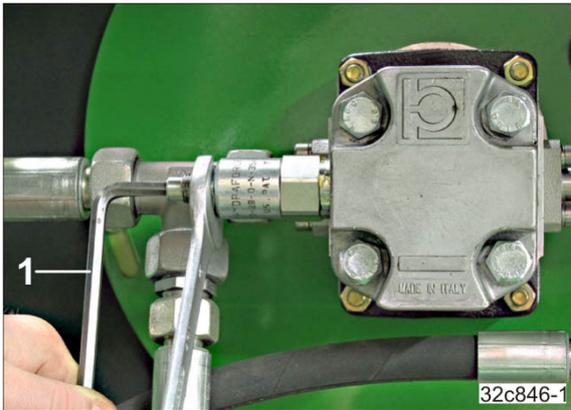

Fig. 142
- 2.1. Die Schraube mit dem Innensechskant-Schlüssel (Fig. 142/1) entsprechend verdrehen.
2. Die Soll-Gebläsedrehzahl mit dem Innensechskant-Schlüssel (Fig. 142/1) am Druckbegrenzungsventil einstellen. Die maximale Gebläsedrehzahl von 4000 1/min. nicht überschreiten.